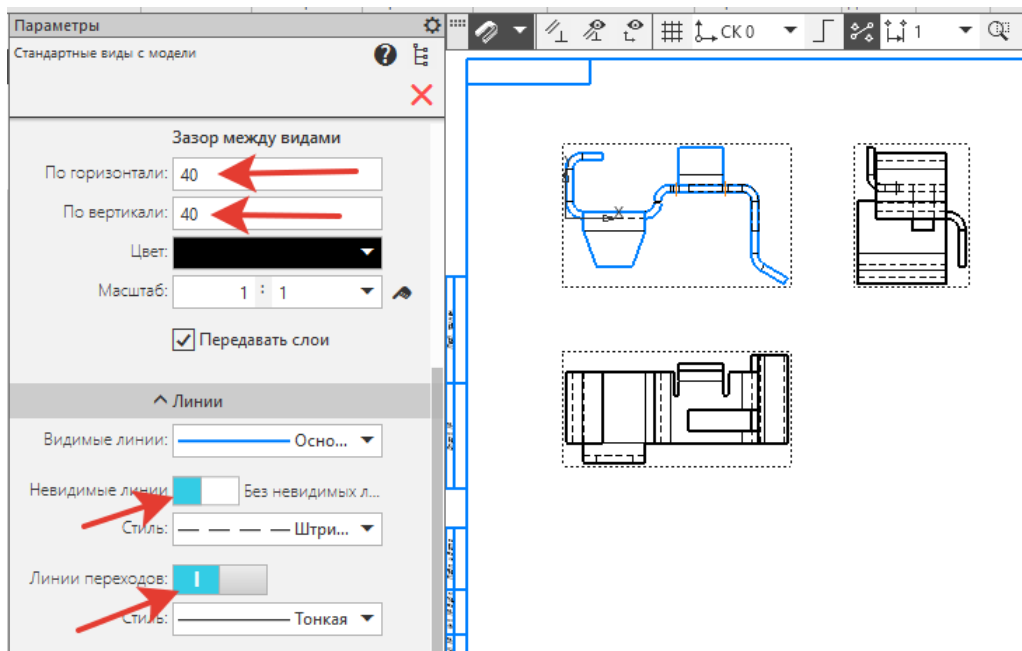

Рисунок 66.
34. На панели *Параметры* – *Зазор между видами–По горизонтали–40, По вертикали–40*. Находим *Линии - Невидимые линии* и *Линии переходов* передвинуть бегунок влево (рисунок 66). Фиксирует фантомы трех видов на формате.